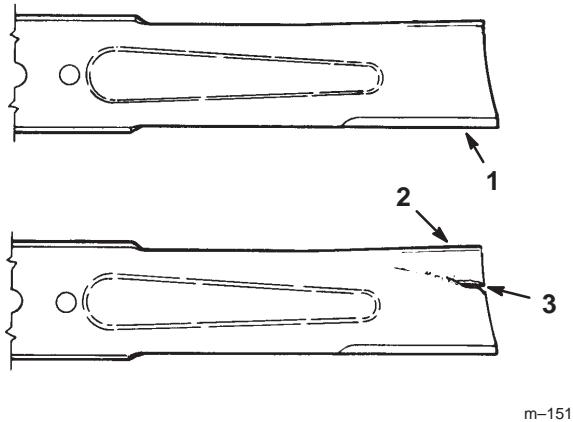

Figure 14
1. Inspectez les tranchants des lames (Fig.14). Si les lames ne sont pas tranchantes ou si elles présentent des indentations, déposez-les et aiguisez-les (voir Aiguisage des lames, page 15).
2. Inspectez les lames, surtout la partie incurvée (Fig. 14). Remplacez immédiatement toute lame endommagée, usée ou qui présente une entaille (Fig. 14).